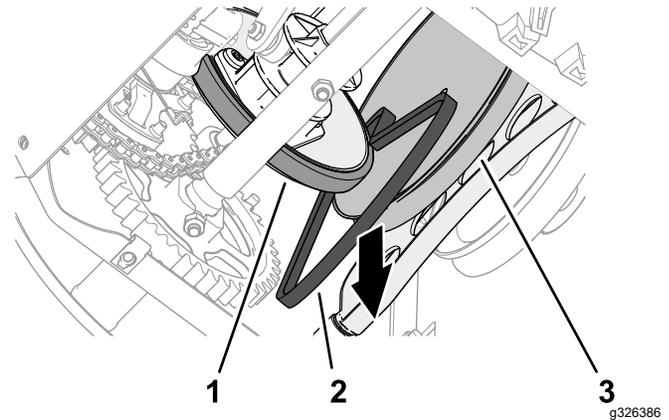

Figure 48
7. Glissez la courroie de traction entre la roue de friction et la poulie de traction, et déposez la courroie de la machine (Figure 48).